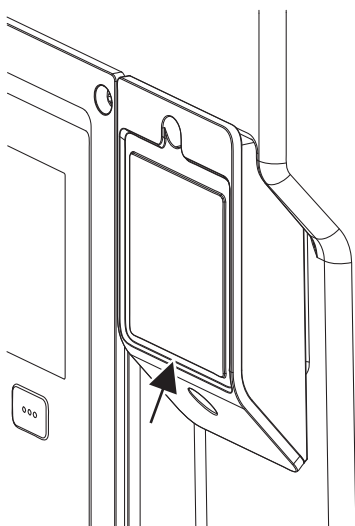

Fig. 28: Pokrov za Wilo-Smart Connect modul BT
1. Odvijte vijak pokrova modula Wilo-Smart Connect (Fig. 28) in odprite pokrov.
Zaradi svoje konstrukcije je modul Wilo-Smart Connect BT mogoče namestiti samo v eno smer. Dodatnega pritrdjevanja samega modula ni. Pokrov modula Wilo-Smart Connect (Fig. 28) na zgornjem delu elektronskega modula trdno drži modul v vmesniku.